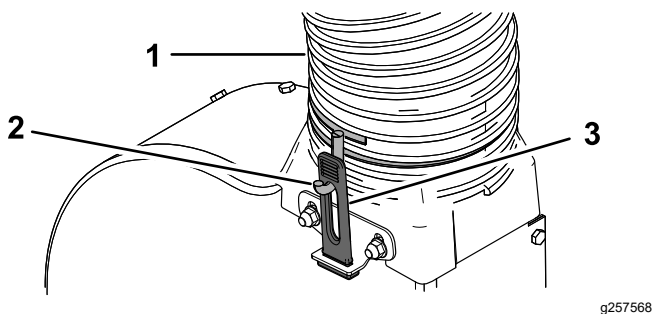

Bild 20
2. Ziehen Sie die Schlauchklemme auf das andere Ende des neuen Schlauches mit 2 bis 3 Umdrehungen fest (Bild 20).
3. Montieren Sie den Schlauch über den Gebläse Übergang, so dass der Schlauch einen ca. 90-Grad-Bogen an der Haube bildet. Stellen Sie die Ausrichtung der Schlauchklemmhaken nach Bedarf so ein, dass sie mit den Gummriegeln übereinstimmen, und befestigen Sie den Schlauch, indem Sie die Gummriegel über die Haken ziehen (Bild 20).